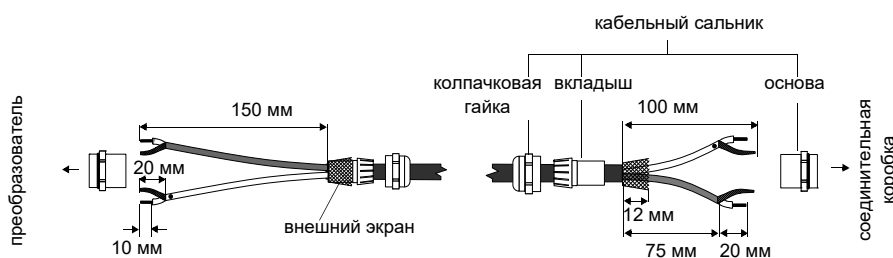

Рис. 7.3: Разделка удлинительного кабеля
- Откройте кабельный сальник. Вкладыш остается в колпачковой гайке (смотри Рис. 7.3).
- Натяните колпачковую гайку с вкладышем на кабель так, чтобы тонкий конец вкладыша сходиллся с краем внешней изоляции кабеля (смотри Рис. 7.3).
- Зафиксируйте кабельный сальник, прикрутив колпачковую гайку к основе (смотри Рис. 7.3).